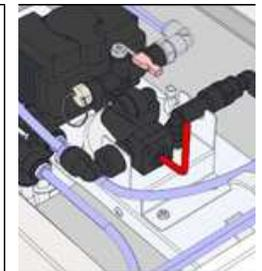

Figure 7
18. Pour ajuster le débit d'eau gazeuse agir sur le compensateur avec une clé six pans de 4mm (figure 7).